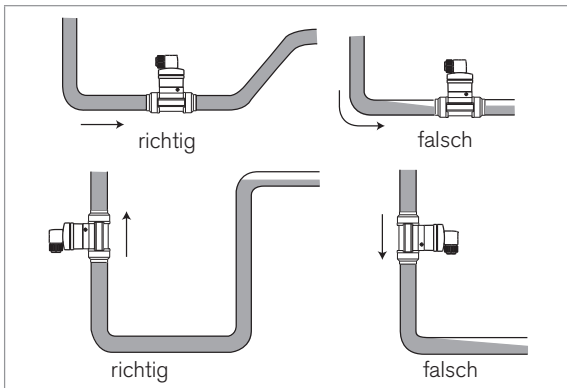

Bild 5: Zusätzliche Empfehlungen für die Installation
- die Rohrleitung mit Flüssigkeit füllen (siehe *Bild 5*).